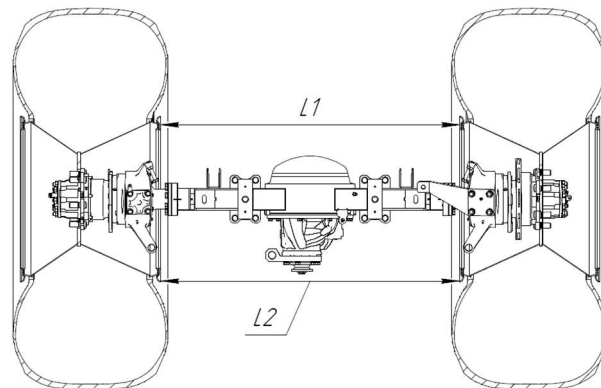

Рис. 11.33 Измерения схождения колёс 1-го моста
2. Отрегулировать схождение колес 1-го и 2-го мостов (рис. 11.33). **Допустимое значение схождения колес  $0 \pm 1$  мм при положении колес, соответствующем прямолинейному движению:** выставить одинаковые расстояния позади балок мостов от шин до рессор слева и справа).